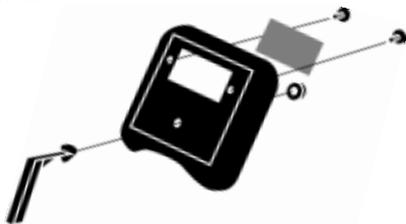

Figure 2. Assemblage de la visière protectrice
5. De l'intérieur de la visière, vissez l'écrou de la poignée de visière, serrée sur les fils des tiges. Voir la figure 2 pour l'assemblage de la visière protectrice.